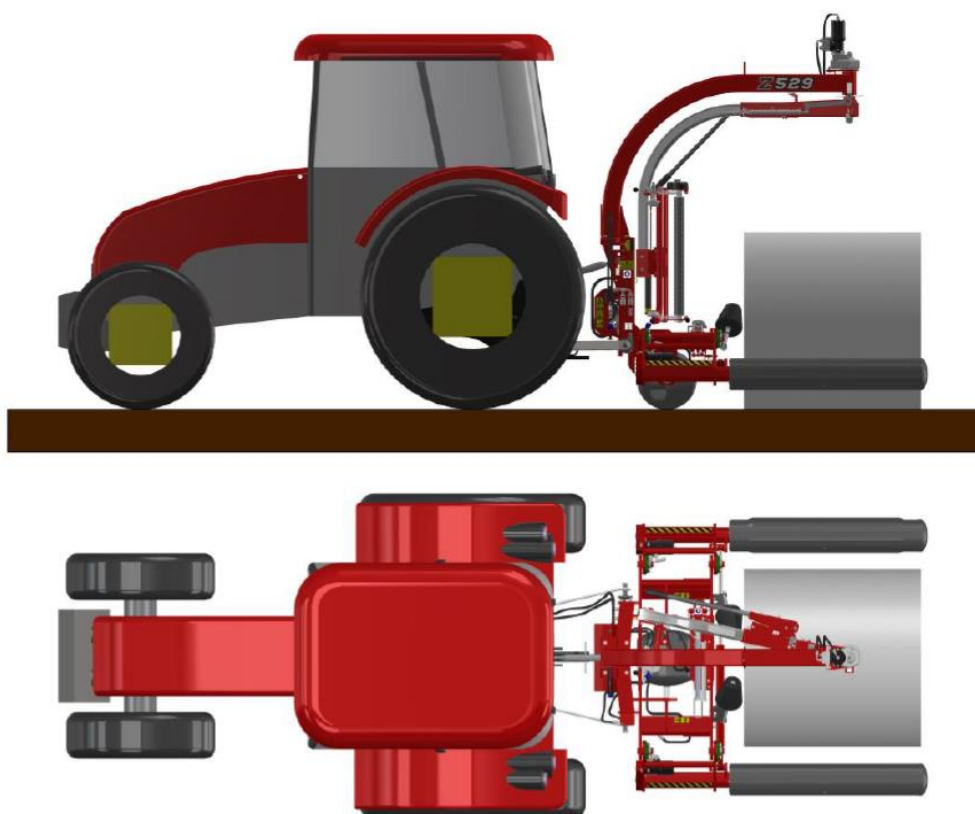

рисунок 18. Положение выгрузки рулона
5. Поместите обмотчик в положение разгрузки (рис. 18). Выполните разгрузку, нажав кнопку . После окончания разгрузки один рулон будет засчитан как разгруженный. После проезда к следующему рулону повторное нажатие кнопки **START/STOP** включит загрузку.